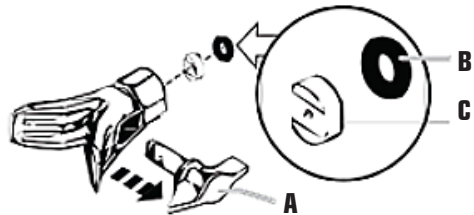
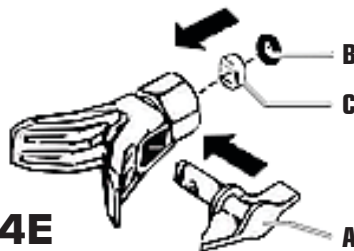

FIG. 14D
FIG. 14E
pulverização com uma escova de cerdas macias e a solução de limpeza apropriada. Certifique-se de remover e limpar a arruela (B) e o assento do selim (C) localizados na parte traseira do conjunto de proteção da ponta de pulverização (Fig. 14D). Instale o filtro da pistola com a extremidade cônica primeiro. Remonte a pistola de pintura. Instale a ponta de pulverização (A), o assento do selim (C) e a arruela (B), e recoloque o conjunto de proteção da ponta de pulverização (Fig. 14E). Rosqueie a pistola de pulverização de volta na mangueira de tinta, e aperte com uma chave.